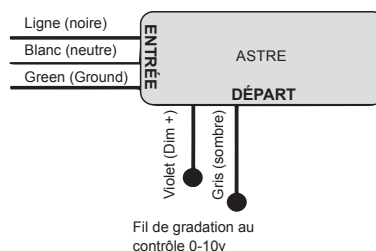

Figure 2
9. Attachez le fil de mise à la terre au fil de mise à la terre d'alimentation, le fil noir au fil d'alimentation noir et le fil blanc (commun) au fil d'alimentation blanc à l'aide d'un capuchon de connexion ou d'un autre connecteur (non inclus). Voir la figure 2.